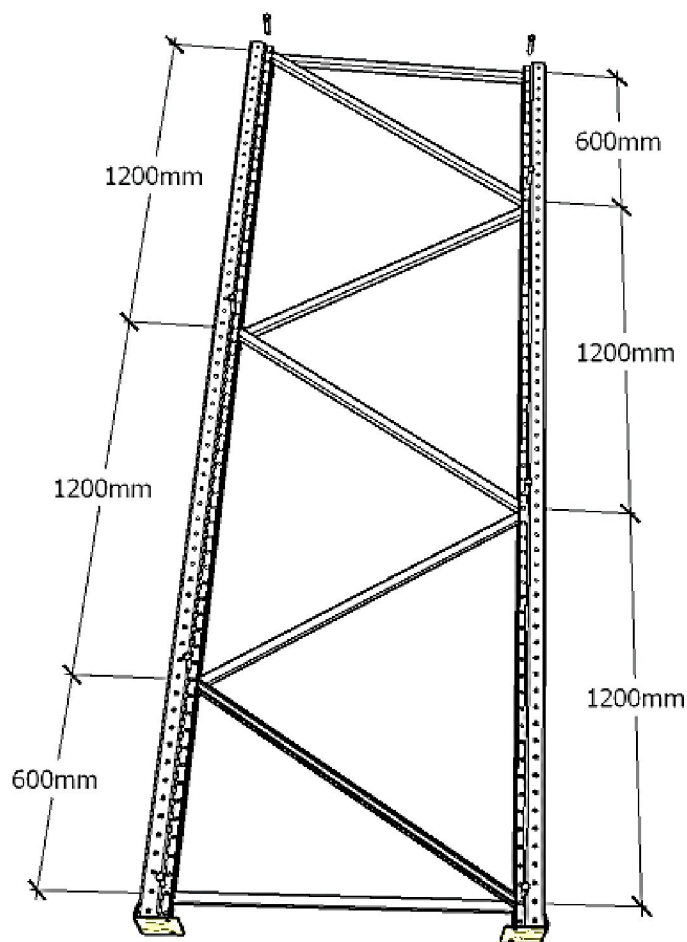

Рис. 1
5.2.10 Перечень узлов для сборки (рис.1):